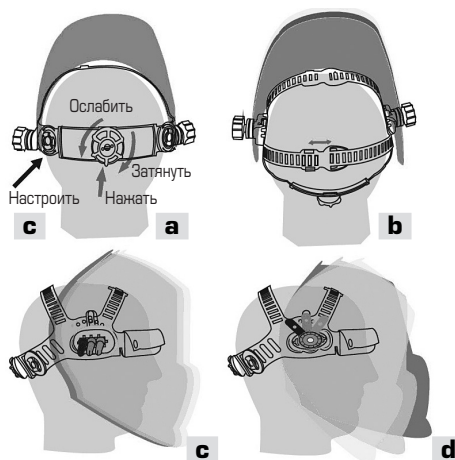

Рис. 1 Настройка удобства работы
- a)** Наденьте маску на голову. Нажмите регулируемую ручку вниз (в заднем положении головы), одновременно вращая ее против часовой стрелки, чтобы увеличить длину окружности обруча, или по часовой стрелке, чтобы уменьшить длину окружности головного обруча (см. рис. 1а).
- c)** Настройте расстояние между маской и лицом (см. рис. 1с).
- e)** Настройте угол обзора (см. рис. 1а).